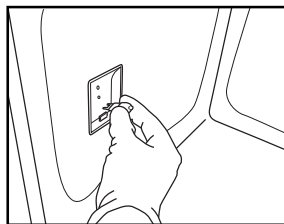

Fig. 8
4. Byt ut glödlampan (för typ av lampa - se anmärkning) (Fig. 8).